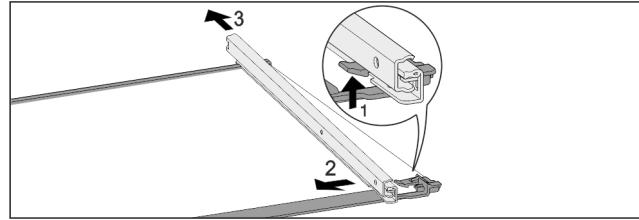

Fig. 58 Skleněná deska s kolejničkami
- Přední aretační háček zatlačte nahoru. Fig. 58 (1)
- Výsuvnou kolejničku vysuňte stranou Fig. 58 (2) a dozadu Fig. 58 (3).